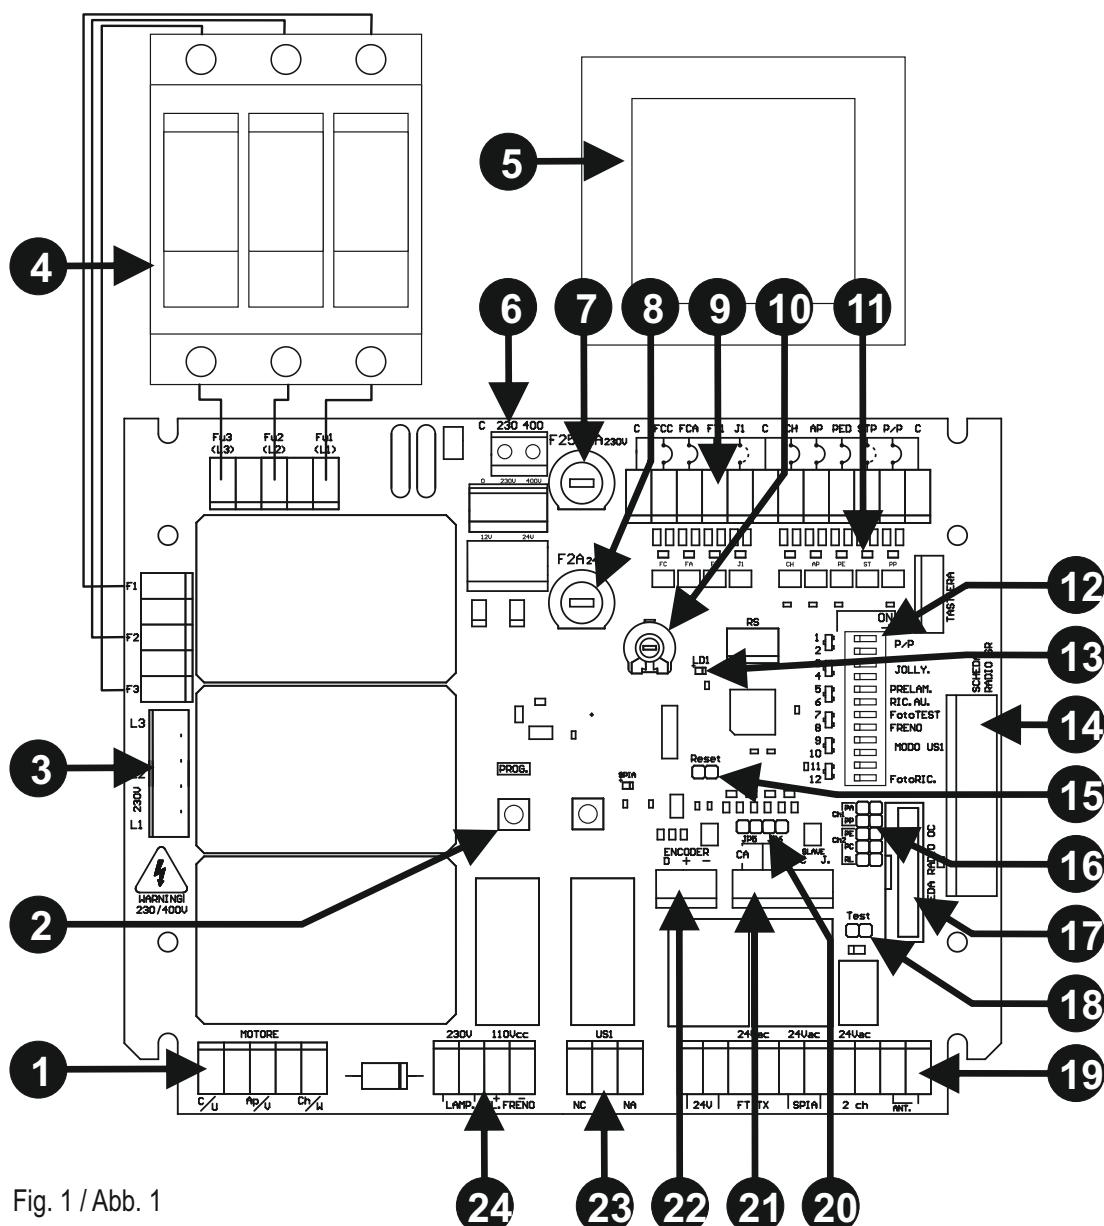

Fig. 1 / Abb. 1
- 3,4,5) Alimentare la centrale tenendo premuto il tasto PROG./STOP (part. 6 di fig. 1) per almeno 3 sec. Si accende il led di programmazione L1. La stessa funzione può essere fatta tenendo premuto il tasto PROG./STOP,cortocircuitando per un attimo i pin di reset (part. 15 di fig. 1) e rilasciando il tasto PROG./STOP quando si accende il led L1.
Le varie opzioni descritte sono selezionabili con il dip-switch funzioni (part. 11 di fig.1).
- Quand le photo test est actif et le coffret est en stand-by, les émetteurs des photocellules ne sont pas alimentés et la sortie FT1 est ouverte (la led est éteinte). Dans cette condition il est possible de vérifier également le fonctionnement des photocellules en court-circuitant le jumper Test (part.18 fig.1).
UTILISATION RÉCEPTEUR OC2 (pos. 17 - fig. 1)